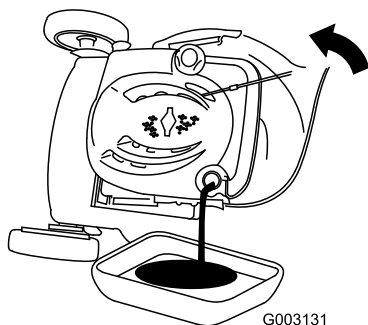

Рисунок 36
3. Переверните газонокосилку на одну сторону таким образом, чтобы воздушный фильтр был направлен вверх, для слива отработанного масла через маслозаливную горловину (Рисунок 36).